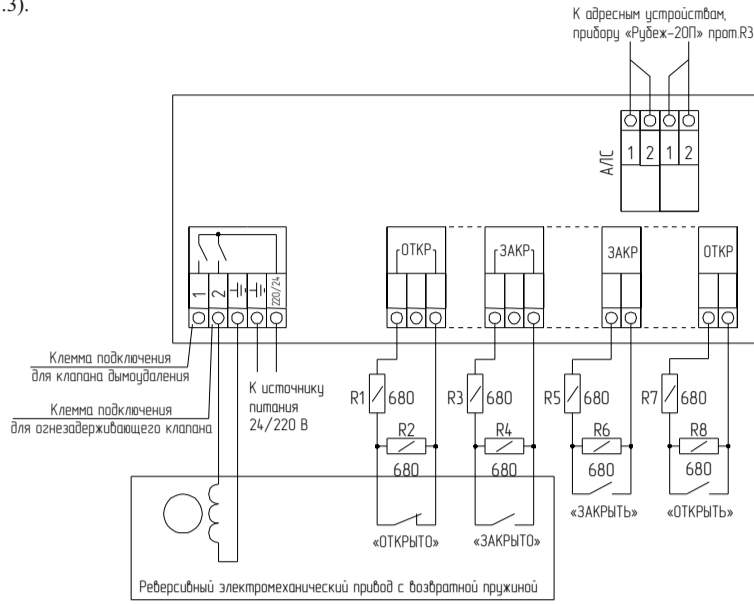

Рисунок 3 (заслонка клапана в положении «Открыто»)
• Привод с возвратной пружиной (рисунок 3)